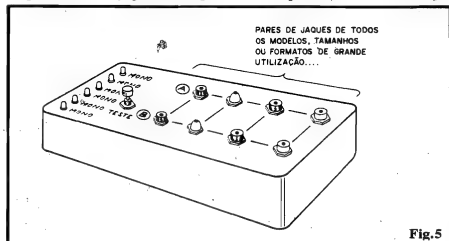

Fig.5
- FIG. 5 - SUGESTÃO PARA O "ENCAIXAMENTO" DO TECAP - Existe uma boa dose de flexibilidade na disposição/lay out externo do TECAP, segundo o gosto de cada montador, suas necessidades e disponibilidades de containers, etc. Entretanto, o "jeitão" mostrado na figura nos parece o mais adequado: uma caixa longa e não muito larga (obviamente contendo o circuito, pilhas, etc.), com a barra de LEDs de diagnóstico numa das laterais menores, o push-button de TESTE logo ao lado, e toda aquela "pancada" de jaques (aos pa-